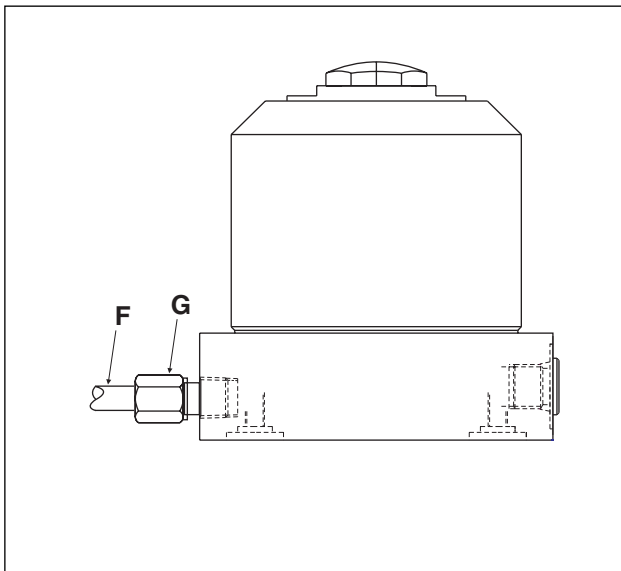

Figura 2 - Sfiato tramite l'attacco laterale (usando un tubo ed un raccordo supplementari)
1. Se il raccordo di sfiato (elemento A) è inondato di refrigerante, lo si deve rimuovere. Usare un tubo ed un raccordo filettato per sfiatare in un'area pulita e distante del sistema di montaggio (vedi Figura 2).